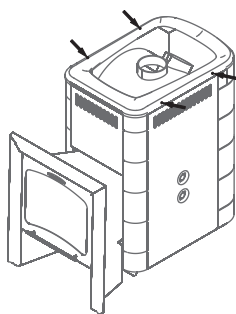

Рисунок 12. Саморезы для демонтажа рамки конвектора печи
1. Снять рамку конвектора, открутив 4 самореза (рисунок 12);